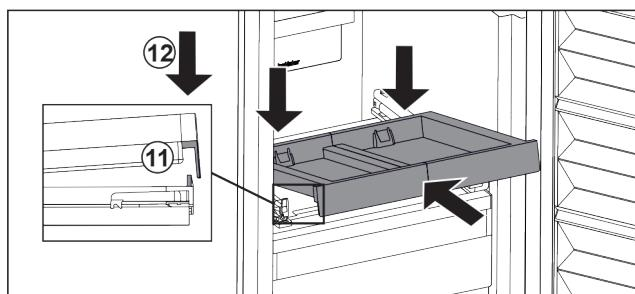

Fig. 93
- ▶ 倾斜推入。确保两侧的挡块位于卡舌后面。Fig. 93 (11)
- ▶ 放下拉出式搁板前部。Fig. 93 (12)